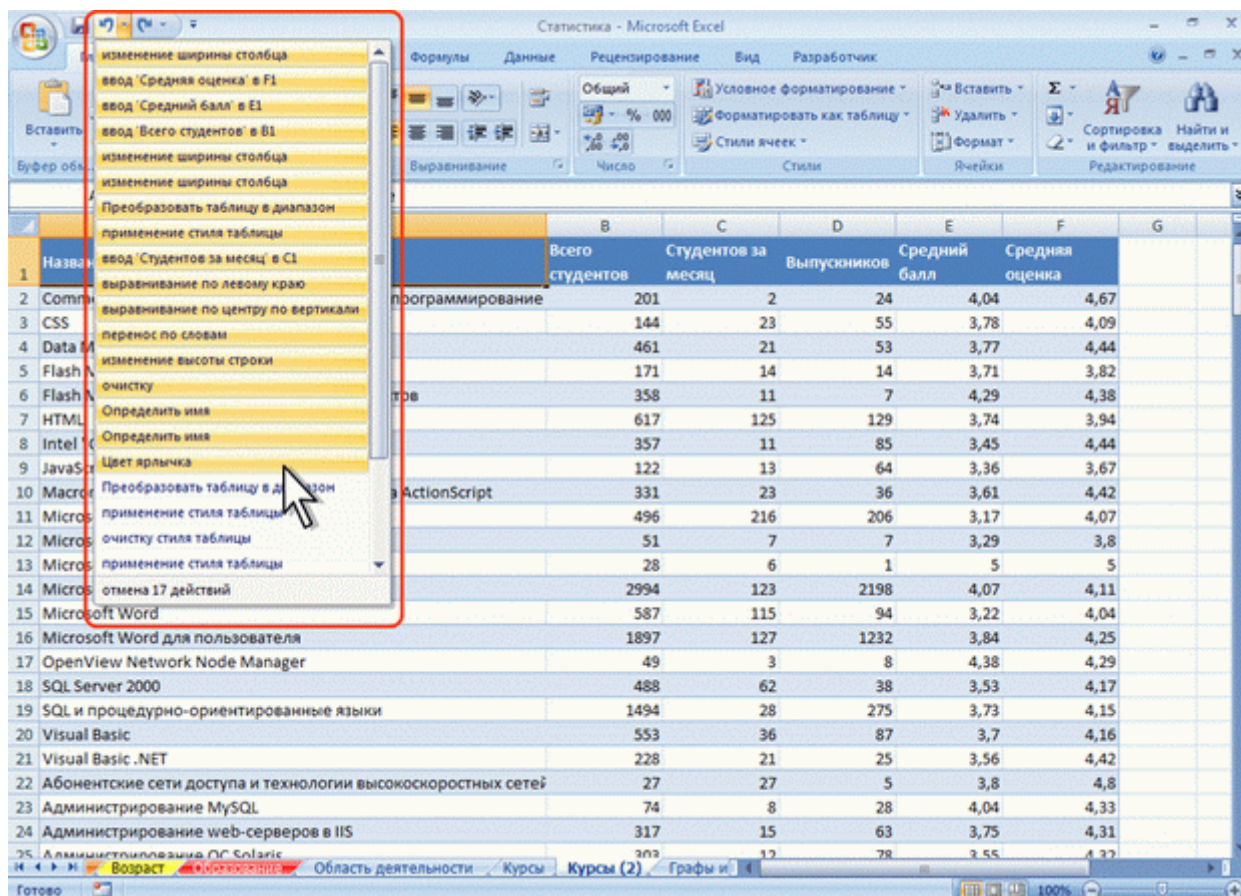

Рис. 3.24. Отмена нескольких действий
Для отмены последнего выполненного действия нажмите кнопку **Отменить** в **Панели быстрого доступа** (рис. 3.24).
2. Выберите действие, начиная с которого следует отменить все действия, расположенные выше него в списке (рис. 3.24). Возможно, для его поиска потребуется прокрутить список.
Отмененные действия можно вернуть. Для возврата последнего отмененного действия нажмите кнопку **Вернуть** в **Панели быстрого доступа** (см рис. 3.24).